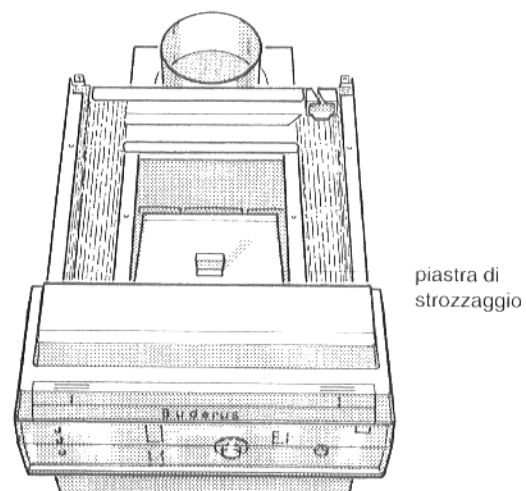

Fig. 22: Piastra di strozzaggio (non in tutti i modelli)
- Se in dotazione, togliere la piastra di strozzaggio (Fig. 22).